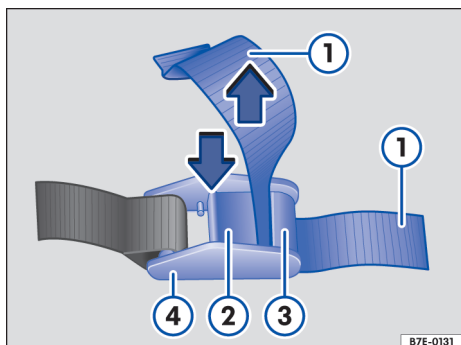

Fig. 133 Apertar o cinto de retenção.
- Verificar antes de apertar: a alavanca → Fig. 133 (2) não pode ficar posicionada no volume da bagagem, em bordas ou outros objetos salientes.
- Pressionar e manter a alavanca (2) da braçadeira (4) pressionada.
- Passar o cinto de retenção (1) de trás para a frente entre a alavanca (2) e a protuberância (3).
- Apertar o cinto de retenção (1) e soltar a alavanca (2).